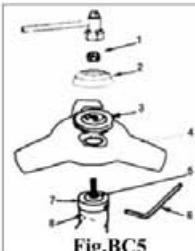

Fig.BC5
4.4- Mise en place de la lame de coupe (Fig.BC5)
- Fig.BC5**